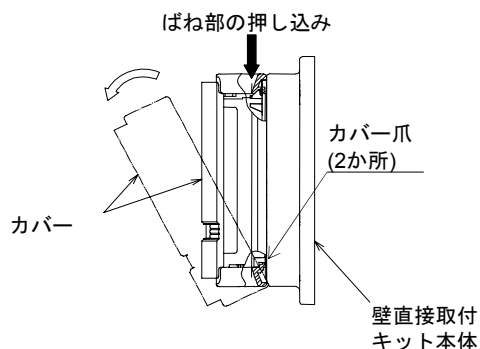

図14 カバーの着脱
- (4) 本体のカバーを外し(図14参照)、本体取付ねじ(M3、L=16)4個を用いて、本体ユニットを壁直接取付キット本体に取り付けます。
- (5) カバーを本体ユニットにはめ込んで、取り付けは終了です。(図14参照)
- (5) 本体のカバーを外し(図14参照)、本体取付ねじ(M3、L=16)4個を用いて、本体ユニットをサーモプレート取付キット本体に取り付けます。
- (6) カバーを本体ユニットにはめ込んで、取り付けは終了です。(図14参照)
- (1) マルチサーモケースの機器取付板にマルチサーモケース取付キット本体を取り付けます。
- (2) 本体ユニットの出力リード線と外線(負荷側)を接続します。
- (3) 本体のカバーを外し(図14参照)、本体ユニットの左右高さ調整レバーの位置を下部(H位置)に設定して付属ねじ(M3、L=16)4個により本体ユニットをマルチサーモケース取付キットに取り付けます。なお、マルチサーモケースに取り付けた時は、ネオスタートのカバーは外して使用します。